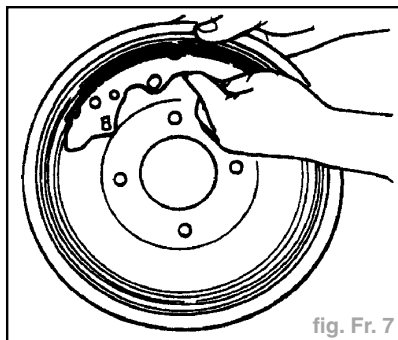

fig. Fr. 7
- Vérifier le contact entre le tambour et les segments lors de la réparation ou du remplacement du tambour (fig. Fr. 7).